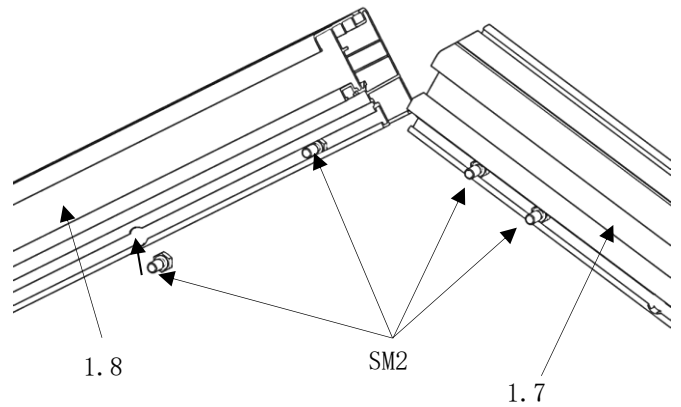

Abb. 34
- die beiden Ortgangprofile (Pos. 1.7/1.8) im First mit den 4x Sechskantschrauben (Pos. SM2) bestücken. (Abb. 34)